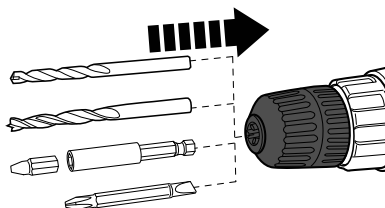

Fig. 2
2. Introduzca la broca hasta el tope (Fig. 2). Si utiliza una broca 25 mm, inserte el enchufe de un sostenedor del pedacito.